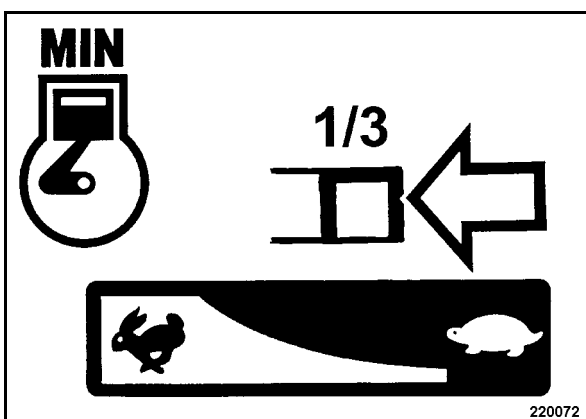

рис. 19
- Установить рычаг управления частотой вращения (рис. 19) на 1/3 положения подачи топлива.